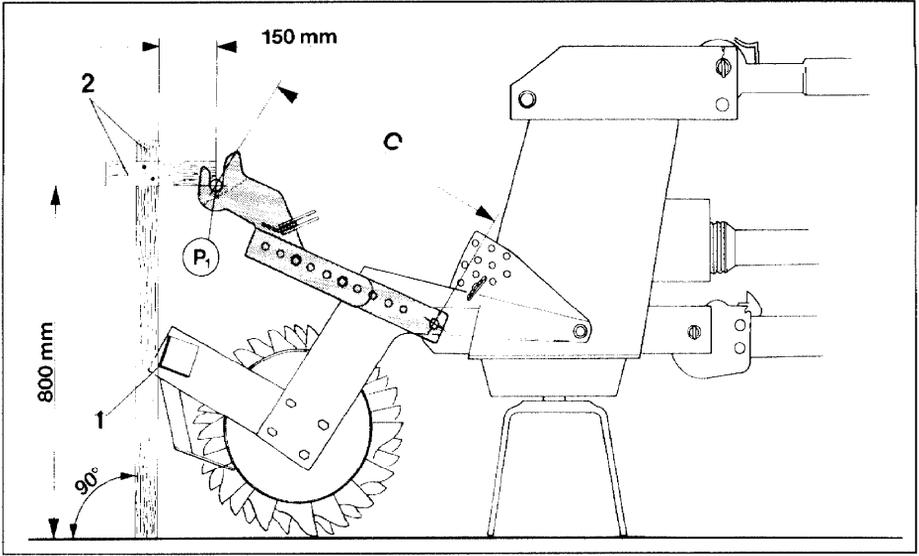

Fig. 18
**Calcul de la cote "C"** (voir fig. 18) :
La cote "C" (fig. 18) correspond à la distance séparant le point d'attelage inférieur de l'outil de préparation de sol au point d'attelage théorique "P1" du semoir. Pour cela, il faut déterminer au préalable le point d'attelage théorique "P1" en procédant comme suit :
- Le point "P1" est placé à 800 mm au-dessus de la surface de pose et 150 mm en avant du rebord extérieur arrière du châssis de rouleau (fig. 18/1).
Ceci est la position adoptée ensuite par le point "P1" au cours du travail dans le champ. On peut utiliser pour cela deux planches en bois (fig. 18/2) de la longueur indiquée et une équerre.